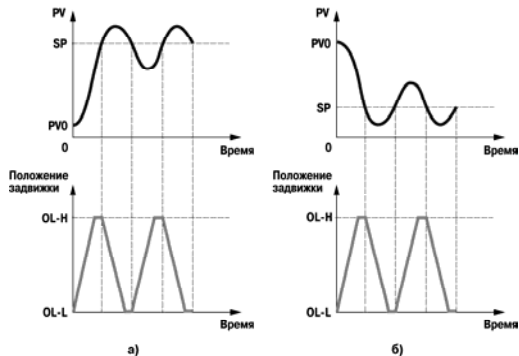

Рис. 26
2) Задать параметр P_{UD} (см. п. 6.2.3.3.2). Значение параметра можно задать приблизительно, сохранив при этом порядок числа и вид графика на рис. 26.
7.1.2.2. Во время автонастройки прибор работает как двухпозиционный регулятор. Система осуществляет колебания, вид которых приведен на рис. 26.